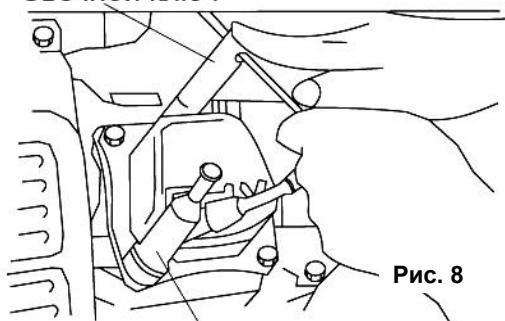

Рис. 8
- Отсоедините высоковольтный провод со свечи (См. Рис.8).